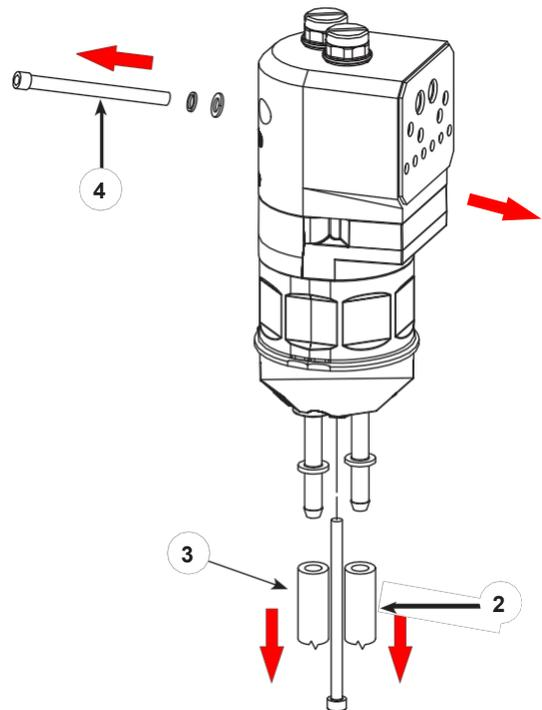
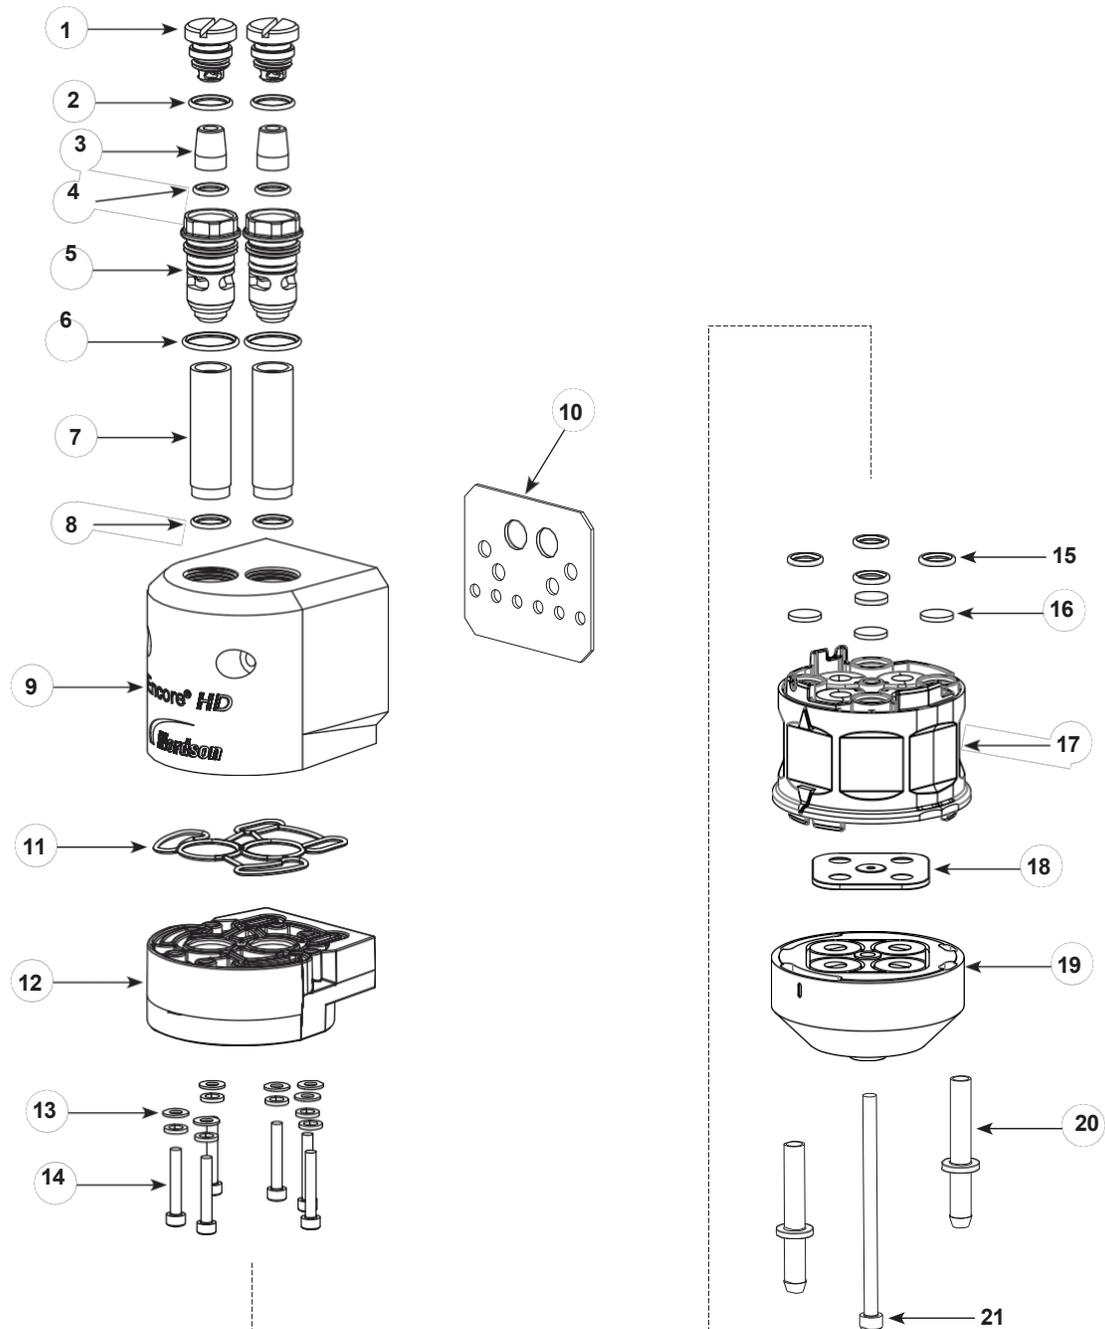

Figura 20 Preparazione allo smontaggio della pompa standard
Figura 21 Smontaggio della pompa (Encore HD)
NOTA: Ogni volta che la pompa viene smontata, la guarnizione del blocco Y (voce 19 nella Figura 20) deve essere sostituita.
2. Vedere la Figura 20. Scollegare i tubi di ingresso (2) e di uscita della polvere (3) dalla parte inferiore della pompa.
3. Rimuovere la ferramenta di montaggio del mobile che fissa la pompa al pannello della pompa (4) e spostare la pompa su una superficie di lavoro pulita.
4. Vedere la Figura 21. Iniziando dai tubi di fluidificazione, smontare la pompa come illustrato. Le guarnizioni incollate non devono essere rimosse, a meno che non danneggiate. Se è necessario sostituirle, fare riferimento a *Sostituzione della guarnizione della pompa* nella sezione *Riparazioni*.